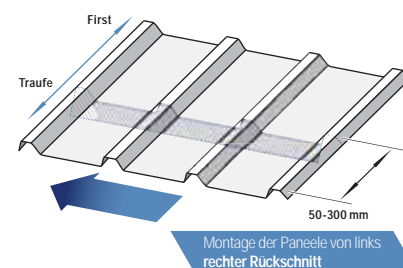

Abb. 13
- Dachsandwichpaneele, die von rechts nach links verlegt werden (leere Hochsicke rechts) – rechter Rückschnitt; (Abb. 13)